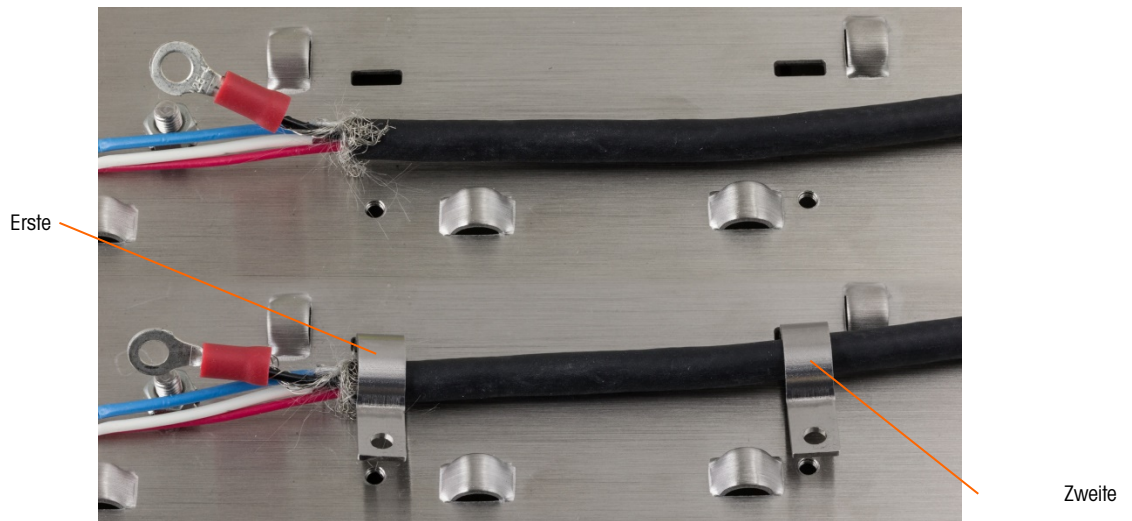

Abbildung 2-82: Befestigung des PowerMount-Kabels – Frontplattengehäuse
15. Legen Sie das Kabel so hin, dass Sie es mit den Kabelschellen befestigen können (siehe Abbildung 2-82). Die nach hinten gelegten Litzen des Schirmgeflechts müssen sich unter der ersten Kabelschelle befinden, um eine Erdungsverbindung zum Terminalgehäuse herzustellen.